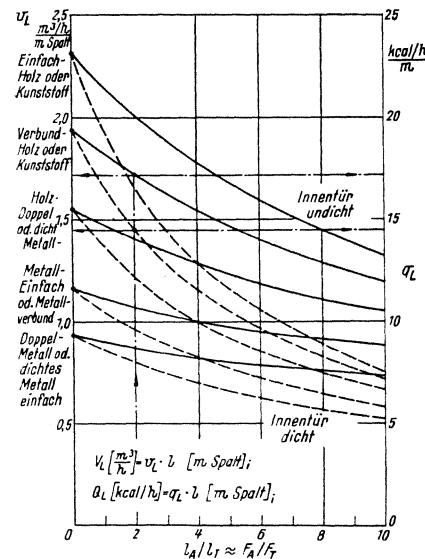
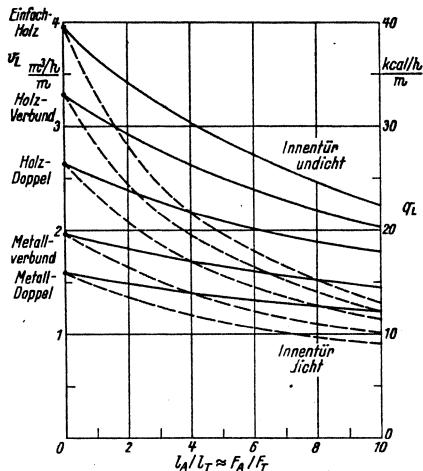
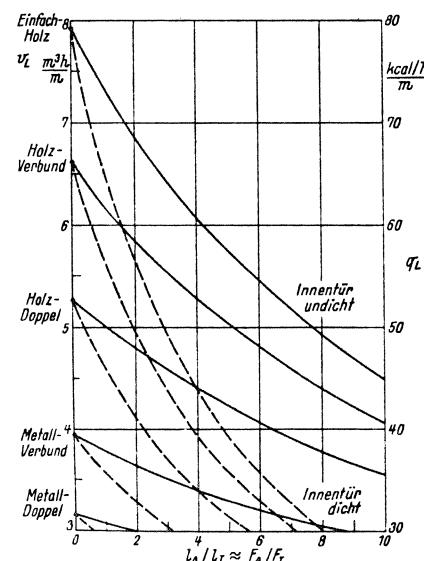

Bild 1: Zahlenwerte für den Lufteinfall — normale Gegend, geschützte Lage (4 m/s)
Bild 2: Zahlenwerte für den Lufteinfall — normale Gegend, freie Lage (6 m/s) oder windstark geschützt
Bild 4: Zahlenwerte für den Lufteinfall — windstarke Gegend, außergewöhnlich freie Lage (10 m/s)
Die Zahlenwerte für den Lufteinfall ergeben sich aus Tafel 2 und können aus dem Diagramm auf Bild 1 direkt abgelesen werden. Die weiteren Diagramme (Bild 2 bis Bild 4) ergeben sich aus den verschiedenen Windlagen. Während das Diagramm auf Bild 1 für normale, geschützte Lage (4 m/s Windgeschwindigkeit) bei Außenfenstern in einer Wandseite im Reihenhaus gilt und der Wärmebedarf sich aus der Temperaturdifferenz von 32°C ergibt, gelten für die anderen Fälle folgende Zusätze:
c) Soll ein Eckfenster in einem sehr frei gelegenen Einzelhaus in einer windstarken Gegend berechnet werden, so erhöhen sich diese Beträge bei 32° Temperaturgefälle zwischen Außen- und Raumluft um den Faktor  $1,2 \cdot 1,4 \cdot 3,4 = 5,7$ . Diese Werte sind auch auf Bild 4 direkt ablesbar.